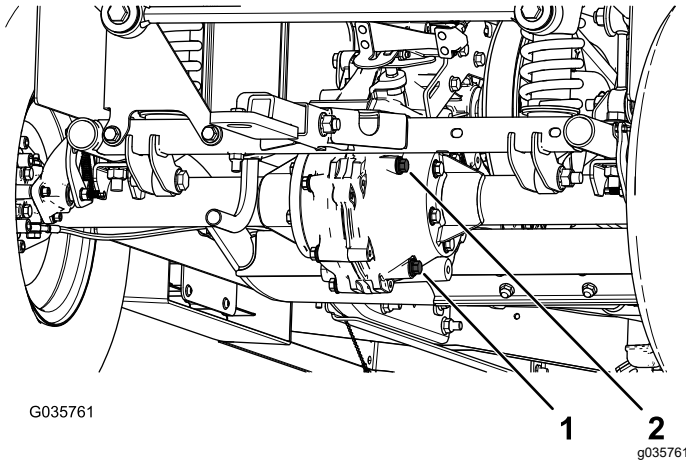

Figura 56
4. Togliete il tappo di riempimento sul transaxle (Figura 56).
5. Se il livello del fluido è basso, togliete il tappo di riempimento e aggiungete il fluido specificato finché non fuoriesce (Figura 56).
1. Allineate una bacinella di spurgo sotto il tappo di spurgo (Figura 56).
2. Togliete il tappo di riempimento e la guarnizione (Figura 56).
3. Togliete il tappo di spurgo e la guarnizione per lasciare defluire completamente il fluido (Figura 56).